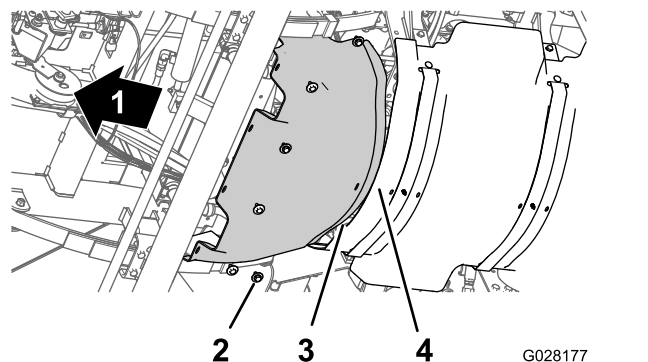

Figura 59
1. Alinhe a flange traseira da proteção térmica frontal por cima da flange dianteira da proteção térmica traseira (Figura 59).
2. Alinha os orifícios da proteção térmica frontal com os orifícios roscados no chassis (Figura 59).
3. Monte a proteção térmica frontal na máquina com os 6 parafusos de cabeça hexagonal e as 6 anilhas (Figura 59) que retirou no passo 3 de Remoção da proteção térmica dianteira \(página 53\).